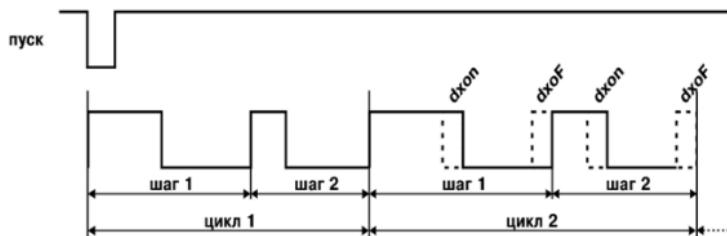

Рисунок 3.4
3.1.2.6 После выполнения очередного цикла времени длительности импульса в каждом шаге последовательности может автоматически изменяться на величину «**dXon**», а время длительности паузы – на величину «**dXoF**». Для этого необходимо задать значения этих параметров отличными от нуля (рисунок 3.4).